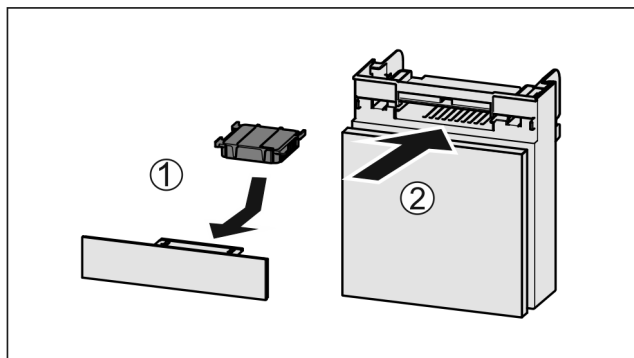

Fig. 100
- Actiefkoolfilter overeenkomstig afbeelding aanbrengen Fig. 100 (1).
- Lade erin schuiven Fig. 100 (2).